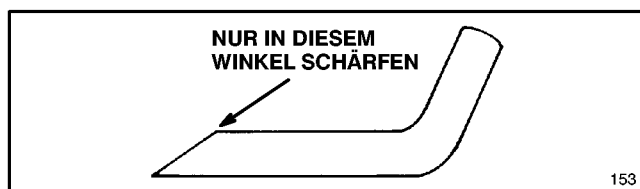

Abbildung 25
6. SCHÄRFEN DES MESSERS—Oberkante des Messers mit einer Feile schärfen und dabei ursprünglichen Schnittwinkel beibehalten (Abb. 25). Das Messer bleibt ausgewuchtet, wenn von beiden Schnittkanten gleichviel Material abgetragen wird.